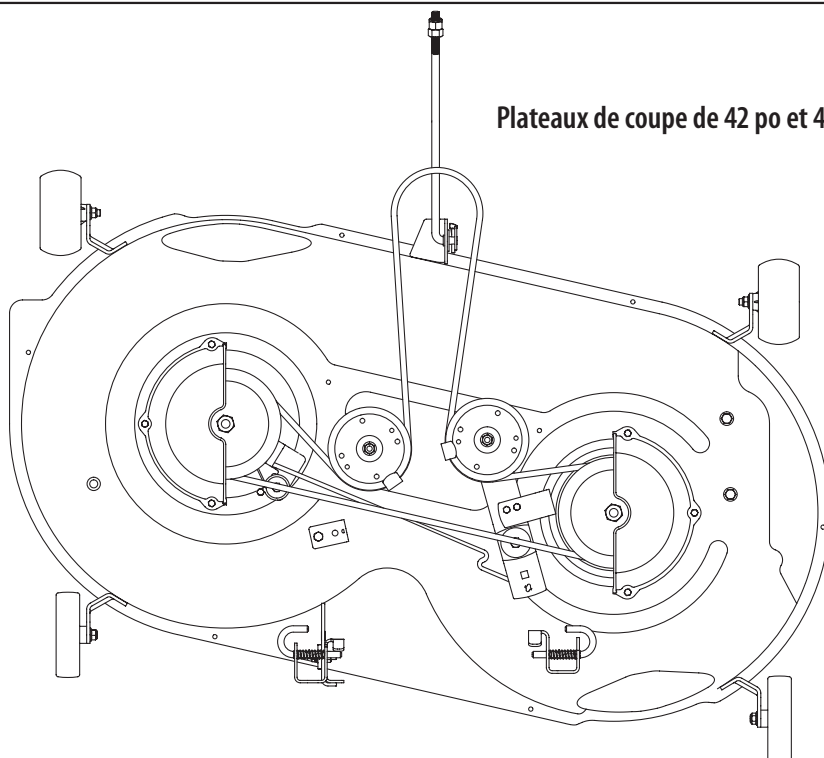

Figure 7-10
5. Installez la courroie neuve comme illustré à la Figure 7-10.